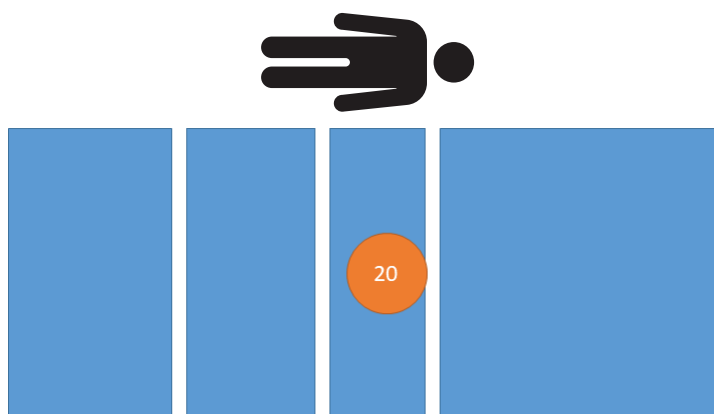

Figura 18 – Test delle prestazioni di pesatura - 20 kg
1. Utilizzando pesi calibrati, collocare 20 kg sul prodotto (Figura 18).
11. Utilizzando pesi calibrati, collocare 20 kg sul prodotto (Figura 18).